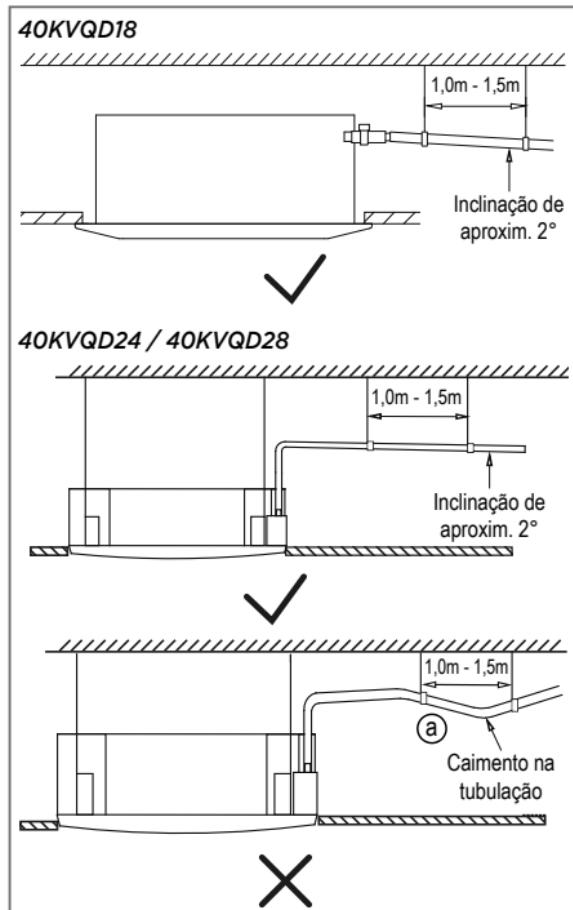

FIG. 32
- A tubulação de drenagem deve ter uma inclinação no sentido descendente de aproximadamente 2° para evitar que a água retorne à unidade (Fig. 32).
- Para evitar que a tubulação tenha cimentos (Detalhe "a" no exemplo da Fig. 32) utilize fios/cabos suspensos a cada intervalo de 1,0 metros - 1,5 metros.